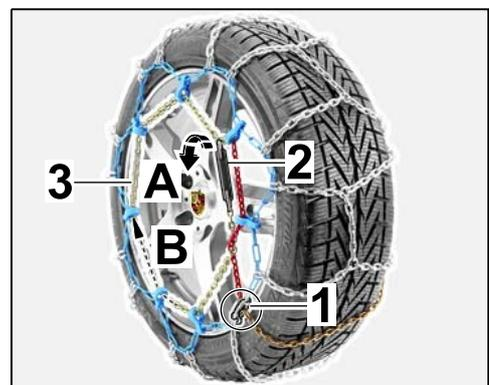

Figura 13
- 3.1.1 Para desmontar mejor la cadena antideslizante: desplazar la placa de cierre de la cadena antideslizante en ⇒ Figura 13 -circulo- hasta la posición correspondiente.
- 3.1.2 Desenganchar del eslabón la goma de tensar con gancho (⇒ Figura 13-A)
3.1.3 Pasar la cadena tensora hasta la placa de cierre a través de las armellas de plástico (⇒ *Figura 13-B-*).